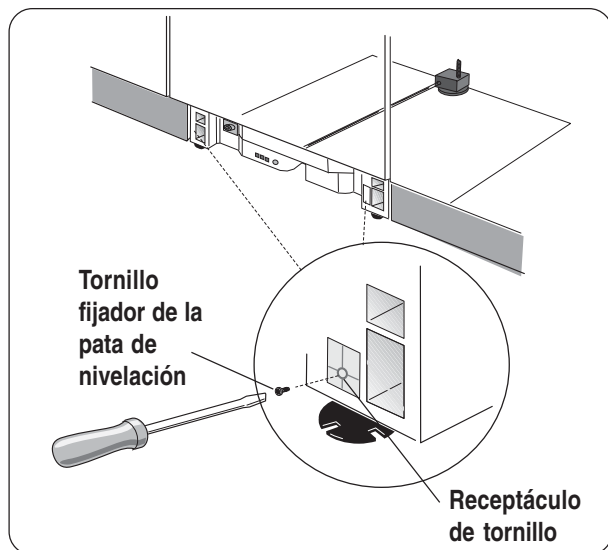

Ilustración 22
- 2 Después de instalar la unidad en la abertura, nivelar y fijarla, bloquee las dos patas delanteras de nivelación atornillando los dos tornillos fijadores de las patas de nivelación en cada receptáculo de tornillo que se encuentran en el frente de las patas. Vea la **Ilustración 22**.